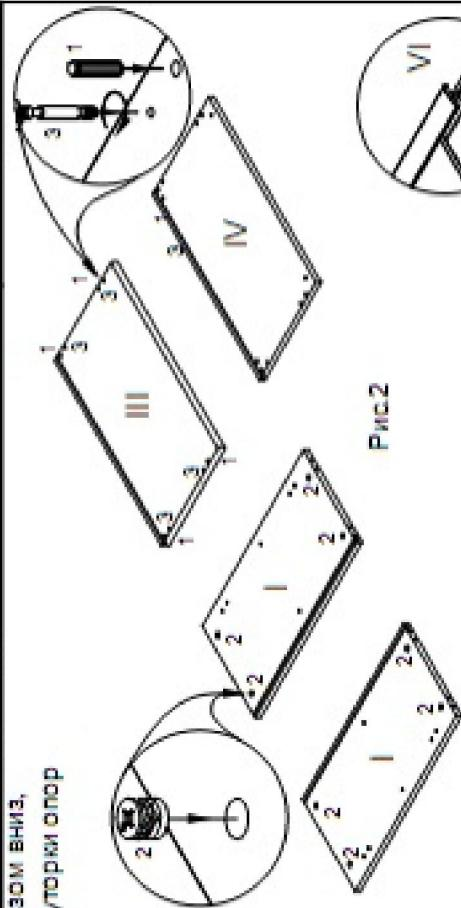

Рис.2
полку верхнюю (III) и полку нижнюю (VI) пазом вверх, (см. рис.2).
Вкрутить дюбеля стяжки-эксцентриков (3), вставить в отверстия штаны (1) (см. рис.2).